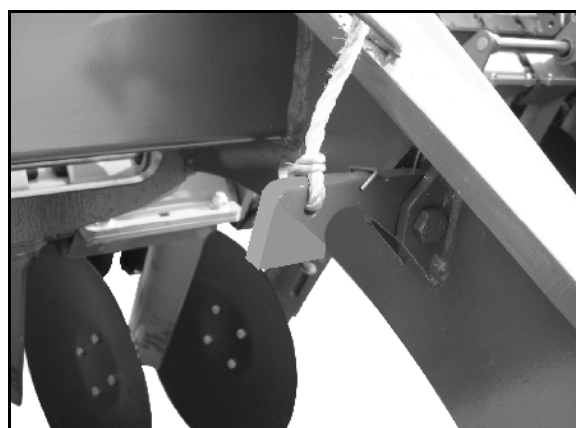

Рис. 40
- Рис. 40 - Левая сторона агрегата